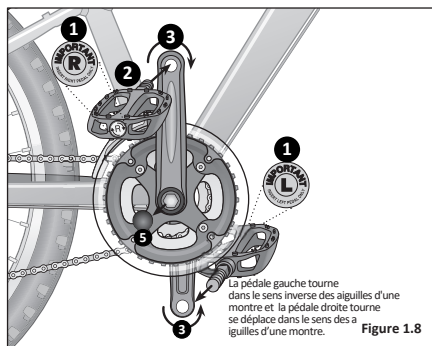

Figure 1.8
1. Faire correspondre la pédale marquée **R** avec le bras de manivelle droit et faire correspondre la pédale marquée **L** avec le bras de manivelle gauche. **Figure 1.8**